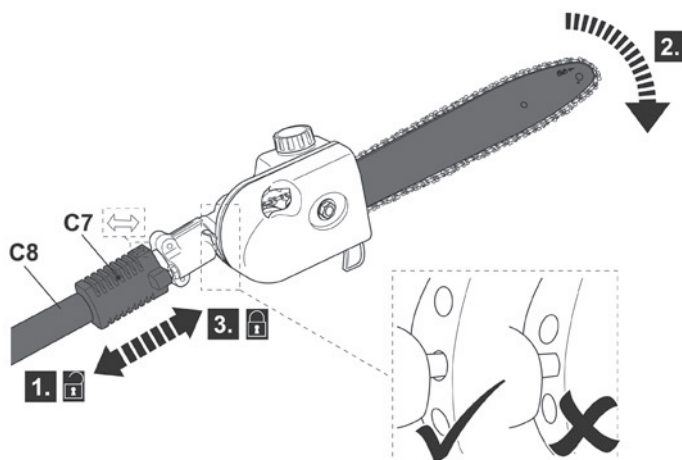

Fig. 25
- > Ajuste a cabeça da podadeira para a posição pretendida. Depois, solte a manga. Certifique-se de que o pino está bem engatado (Fig. 25).